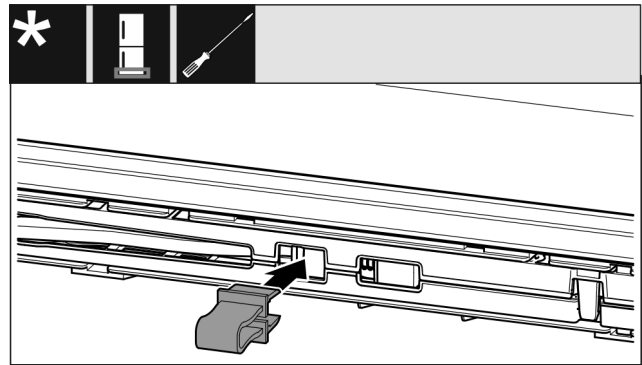

Fig. 12
- ▶ Зафіксуйте запобіжник в отворі Fig. 12 (1).